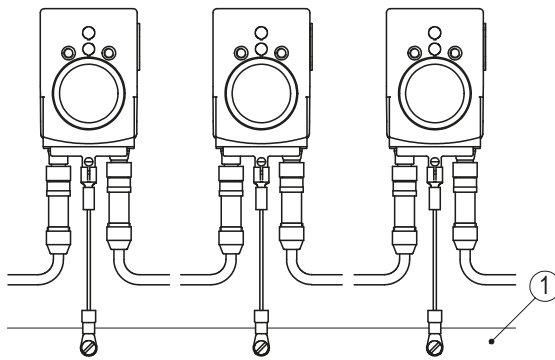

Abb. 5: Erdungsschiene
Zum Schutz vor Störungen müssen die Schirme der Signalleitungen und Netzleitung beidseitig angeschlossen werden. Potentialunterschiede führen zu unzulässigen Strömen auf dem Schirm. Den Erdungsanschluss ③ zwischen den Anschlusssteckern auf das Schutzleiterpotential legen (siehe Abb. 4). Verwenden Sie dazu 6.3 mm Flachstecker oder Kabelschuh mit kurzer Litze 2.5 ... 4 mm² (nicht im Lieferumfang). Bei mehreren Sollwertanzeigen wird empfohlen die Erdung auf eine Erdungsschiene ① anzuschließen (siehe Abb. 5).